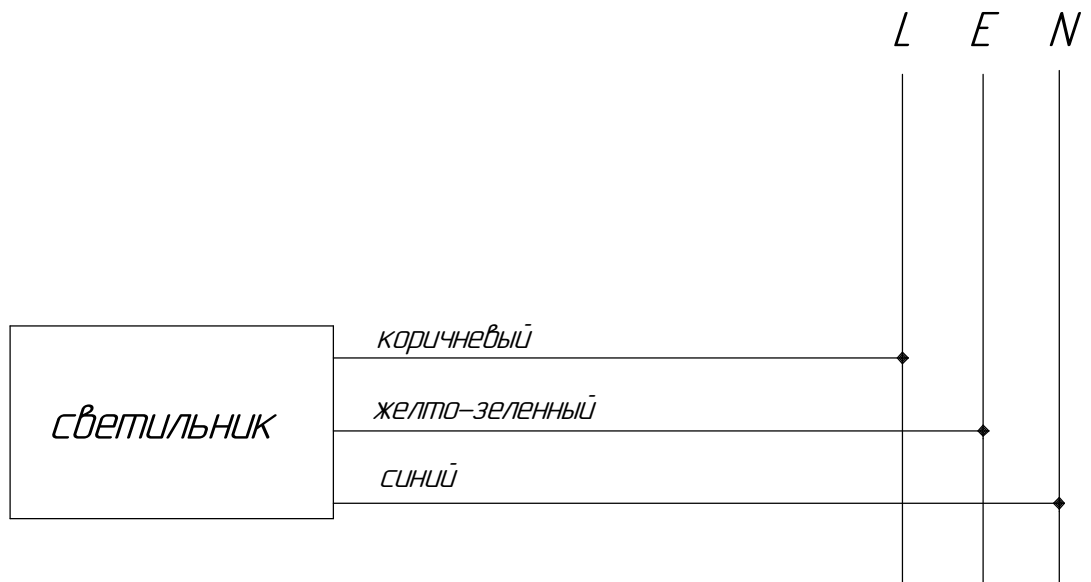

Рисунок 3 - Схема подключения к сети светильников.
5.3 Подключите сетевые провода согласно схеме электрической (рис.3 или 4).